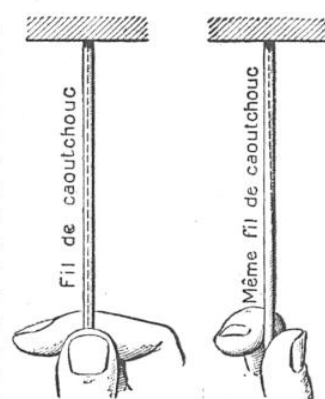

FIG. 4 ET 5. — EN QUOI CONSISTE LA TORSION
On saisit (fig. 4) entre le pouce et l'index le bout d'un fil de caoutchouc dont l'autre extrémité est fixée ; puis (fig. 5) on fait tourner la main de 90°.
Le cisaillement, aisé à définir, est d'une réalisation pénible ; mais la torsion se conçoit facilement comme une somme de cisaillements : lorsqu'on tord entre les doigts une corde de caoutchouc, dont l'autre bout est fixe (fig. 4), les doigts exercent précisément un effort tangentiel (1) ; notre figure représente le cas où l'angle de torsion est de 90° . L'extrémité inférieure a donc tourné de cet angle ; la section médiane tourne d'un angle deux fois moindre et, si nous avions tracé à l'encre une ligne droite le long du fil, cette ligne serait devenue une hélice. Le caoutchouc
(1) Un effort normal à la section serait une traction qui allongerait le fil.
La *traction* (ou étirage) consiste à allonger un cylindre — ou, comme on dit, une « éprouvette » — de métal en exerçant des forces sur ses deux bases terminales ; on réalise une traction en se reportant à la figure 4 et en déplaçant verticalement la main de haut en bas.